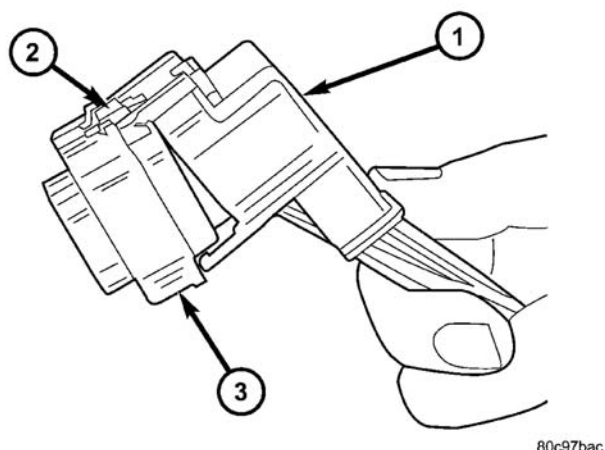

图 10 拆卸装饰盖
- (1) 断开蓄电池。
- (2) 释放插接器锁（图 10）。
- (2) 将要维修的插接器从其相配的另一半/部件上断开。
- (3) 拆下装饰盖（如果有）（图 10）。